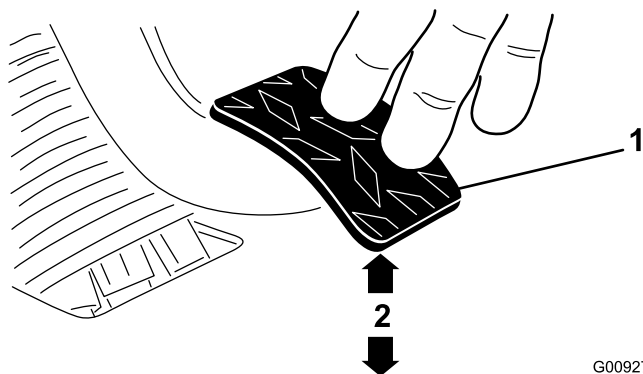

Figura 66
3. Regolate i controdati o il giunto a sfera fino a quando, applicando sul pedale una forza di 1,8 kg, il bordo inferiore posteriore del pedale della frizione si trova a una distanza di $9,5 \pm 0,3$ cm dalla superficie con motivo a rombi del pianale del veicolo (Figura 66).